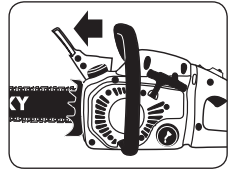

Fig. 7B
2. Le frein de chaîne est actionné (la chaîne ne bouge pas) quand le levier du frein est vers l'avant. Vous ne devriez pas être capable de faire bouger la chaîne (Fig. 7B).